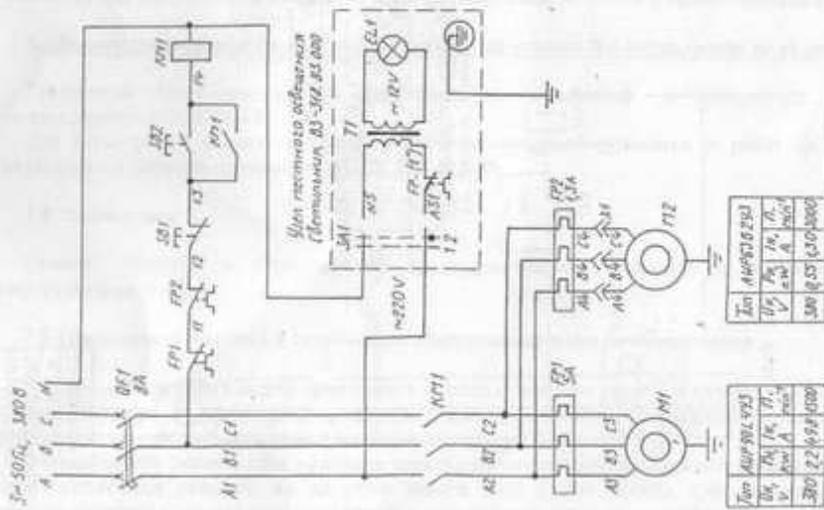

Рисунок 4. Схема электрическая принципиальная станка мод. В3-879-01
7.4 Описание работы схемы электрической принципиальной станка ВЗ-879 (рисунок 3), ВЗ-879-01 (рисунок 4).